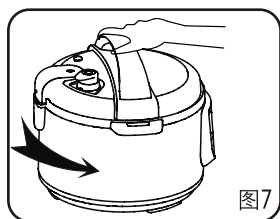
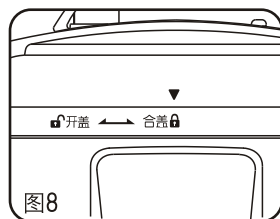

图7
图8
- 15、煲体禁止用水冲洗和浸泡，以免发生触电和短路。（如图8）
- 2) 手握上盖手柄，上盖“▼”标识箭头对准收水圈“🔒”开盖标识位置后，将上盖放入收水圈限位边内，然后逆时针旋转，使上盖“▼”标识箭头对准收水圈合盖“🔒”标识位置，并听到扣合声。（图7、图8）